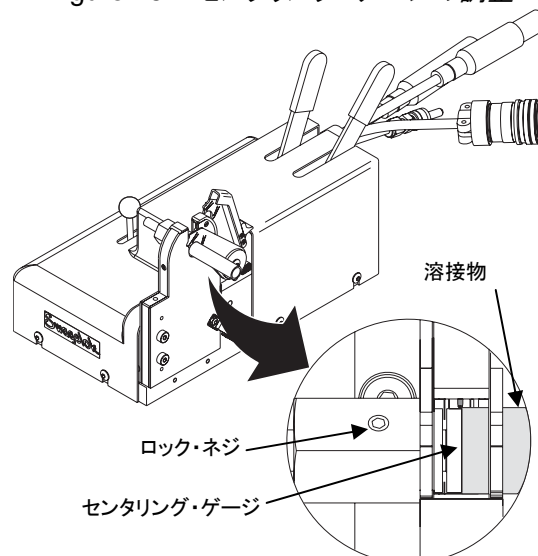

Figure 26 溶接物を差し込む
6. 溶接物をフィクスチャーの反対側に差し込み、センタリング・ゲージの端面にぴったりと突き合わせます。**Fig.26**をご参照ください。